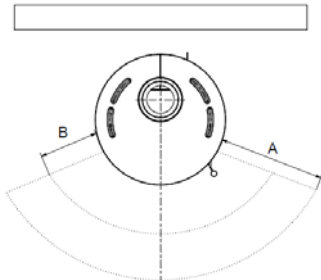

Bild 8
Im Sichtbereich (Strahlungsbereich) des Feuers muss zu brennbaren Bauteilen, Möbel oder auch z.B. zu Dekostoffen ein Abstand von mindestens **90 cm (A)**, gemessen ab Vorderkante Feuerraumöffnung eingehalten werden. Der Sicherheitsabstand reduziert sich auf **45 cm (B)**, wenn ein belüfteter Strahlungsschutz vor das zu schützende Bauteil montiert wird (Beispiel siehe Abb. 8)